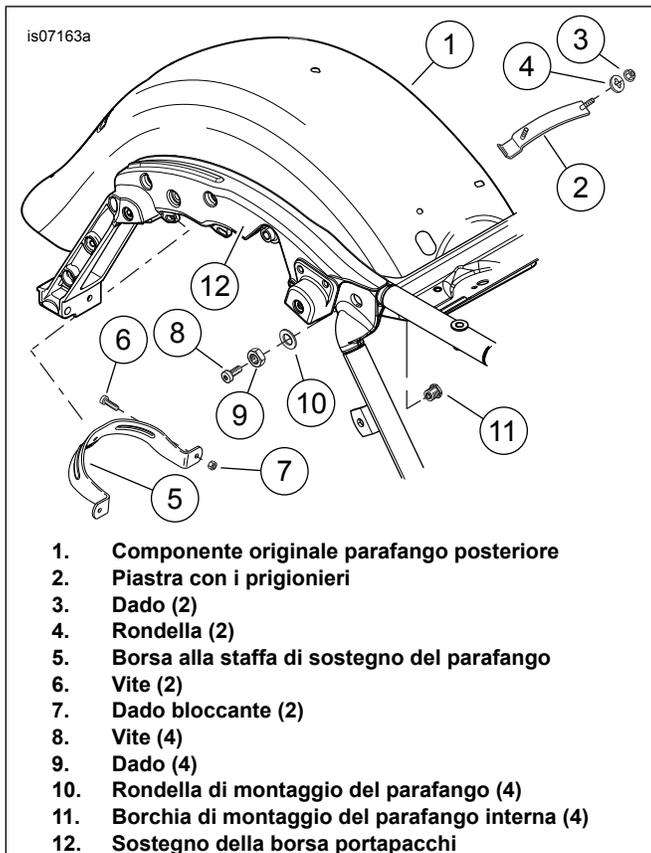

Figura 1. Rimuovere gli elementi del parafango posteriore
2. Vedere la figura 1. Rimuovere i seguenti elementi dal Ricambio originale (Componente originale) parafango (1). Mettere da parte per una successiva installazione sul nuovo parafango:
- a. Piastra con i prigionieri (2), due dadi (3) e due rondelle (4) davanti al parafango.
- b. Borsa alla staffa di sostegno del parafango (5), due viti (6) e due controdadi (7) sul retro del parafango.
- c. Sostegni delle borse (12).
1. Vedere la figura 1. Installare una **nuova** borchia di montaggio del parafrangente (11), dall'interno, attraverso uno dei quattro fori sui lati del parafrangente.
2. Posizionare una rondella (10) sui filetti della borchia e fissarla con un dado (9). Serrare.